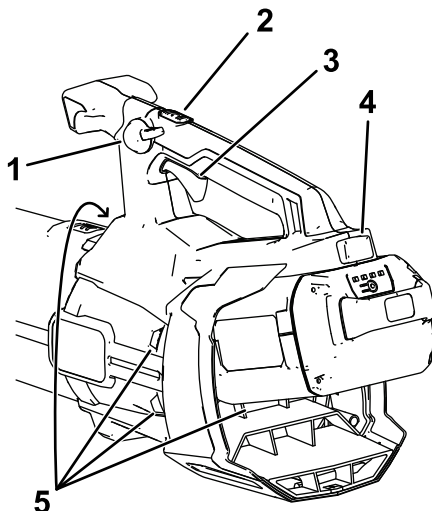

Figura 9
2. Aliniați canalul acumulatorului cu limba din carcasa mânerului (Figura 9).
4. Pentru a porni suflanta, apăsați declanșatorul cu viteză variabilă (Figura 9).
Notă: Cuplai elementul de blocare viteză pentru a menține mâna pornită fără a apăsa declanșatorul cu viteză variabilă (Figura 9).
Pentru a regla viteza aerului în timpul suflării, utilizezi declanșatorul cu viteză variabilă (Figura 9).
Pentru a menține viteza curentă a aerului, cuplai elementul de blocare a vitezei (Figura 9).
Pentru a obține performanță maximă, oprește acționarea declanșatorului cu viteză variabilă, apoi apăsăi butonul turbo boost pentru a porni amplificarea (Figura 9).
Pentru a opri suflanta, decuplai elementul de blocare viteză (dacă este utilizat) i eliberai declanatorul cu viteză variabilă (Figura 9).